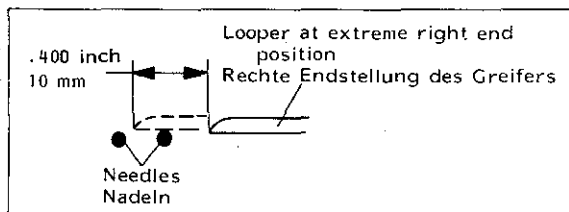

Fig.66A
2. Rotate the pulley clockwise until the looper has moved 10 mm (.400 in.) from right to left (see Fig. 66A).
2. Drehen Sie die Handrad-Riemenscheibe im Uhrzeigersinn bis sich der Greifer von rechts nach links 10 mm bewegt hat (siehe Fig. 66A).